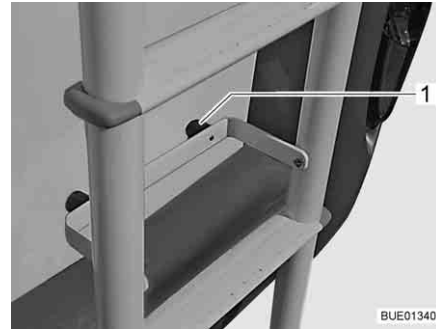

Fig. 2 Scaletta, ribaltata verso il basso
- Appoggiare la staffa di protezione con i tamponi paracolpi in gomma (Fig. 2,1) alla parete posteriore del veicolo.